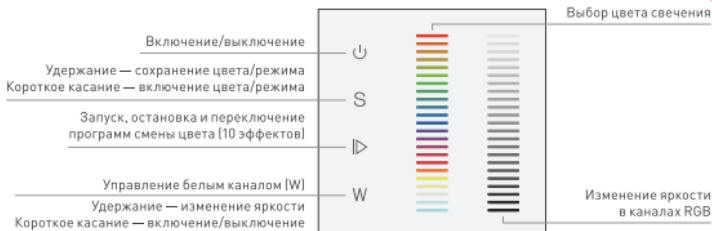

Рисунок 4. Кнопки панели управления.
3.10. Проверьте управление лентой с панели (Рис. 4).